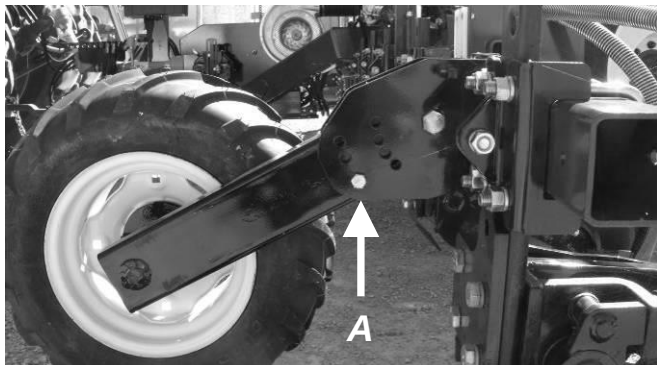

Figure 17
1. Une fois le contrôle de hauteur ajusté à la profondeur voulu, descendez la barre avant au sol et ajustez la position des roues de jauge (**page 39, 2**) en utilisant le boulon et les jeux de trous [figure 17, **A**] de manière à ce que la barre flottante de l'aile soit en parallèle avec la section fixe de l'aile, en position statique.